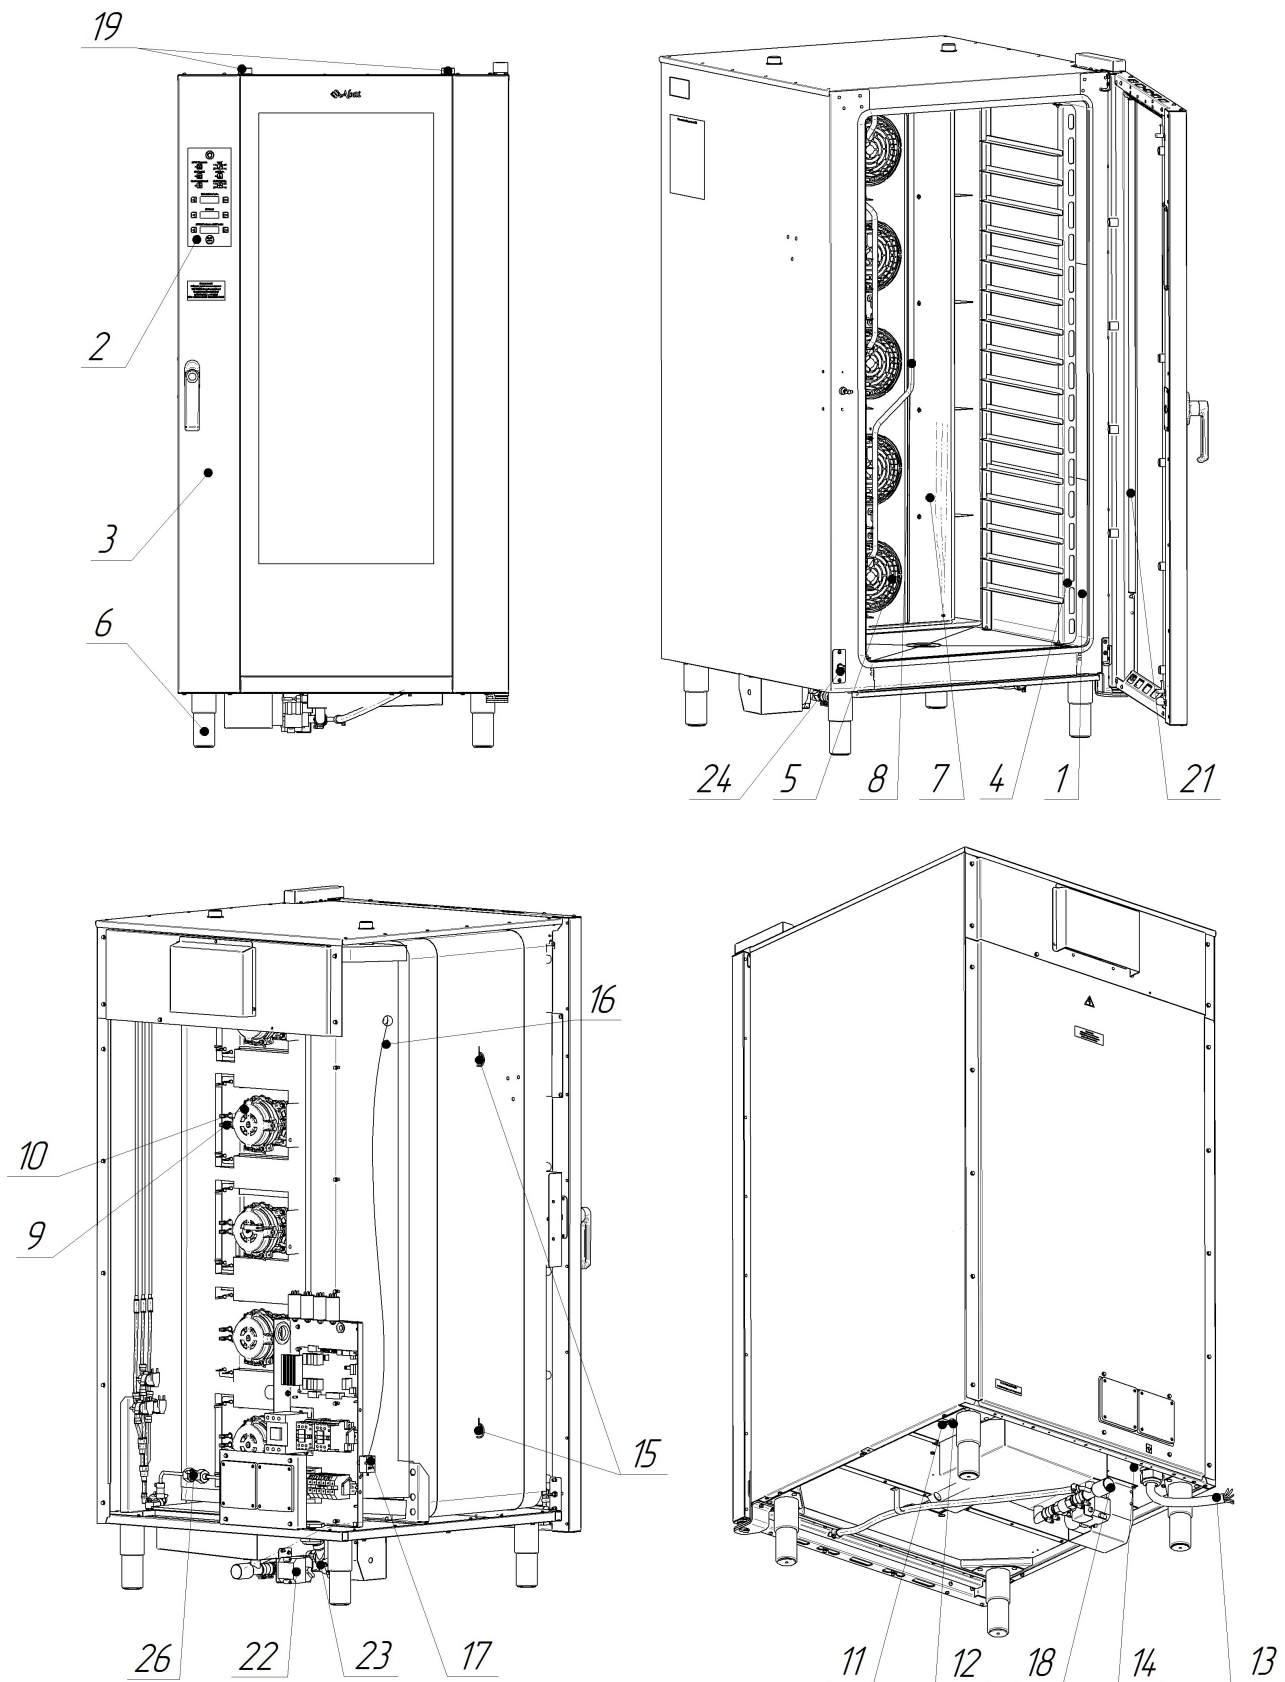

Рис. 16 Общий вид печи КЭП-16П
- кран шаровый с электромеханическим приводом «СЛИВ» (поз.22, рис.1а и рис. 16);
- насос мойки (поз.23, рис.1а и рис. 16);
- расходомер (поз.26, рис.1а и рис. 16) для определения объема воды, заливаемой в ванну мойки.